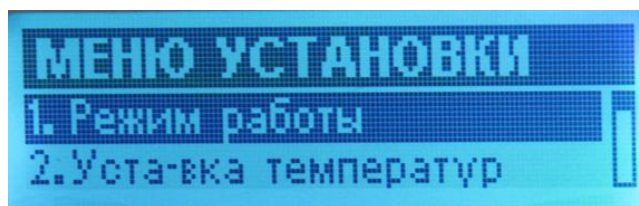

Рисунок 13
7.3.11 Меню установки. Переход в режим меню установки осуществляется с помощью клавиши «MENU» (см. рис. 13).